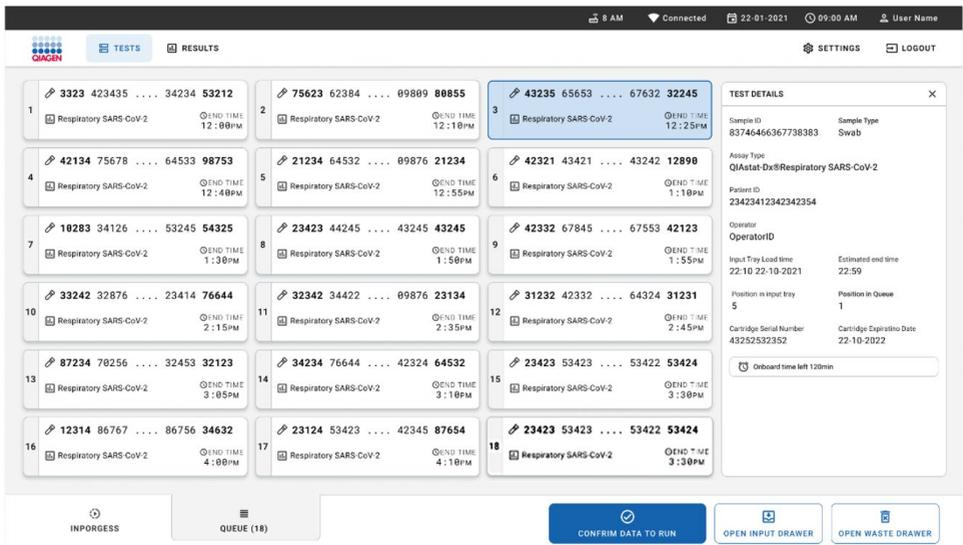

Abbildung 31. Bildschirm „Probenwarteschlange“ mit zusätzlichen Angaben zum ausgewählten Assay.
Wenn Sie einen Test auf dem Touchscreen auswählen, werden im Abschnitt TEST DETAILS (TESTDETAILS) des Bildschirms zusätzliche Informationen angezeigt (Abbildung 31).
16. Drücken Sie die Schaltfläche **CONFIRM DATA TO RUN** (DATEN FÜR LAUF BESTÄTIGEN) unten im Bildschirm, wenn alle angezeigten Daten korrekt sind (Abbildung 31). Danach ist eine finale Bestätigung durch den Bediener erforderlich, um die Tests auszuführen.